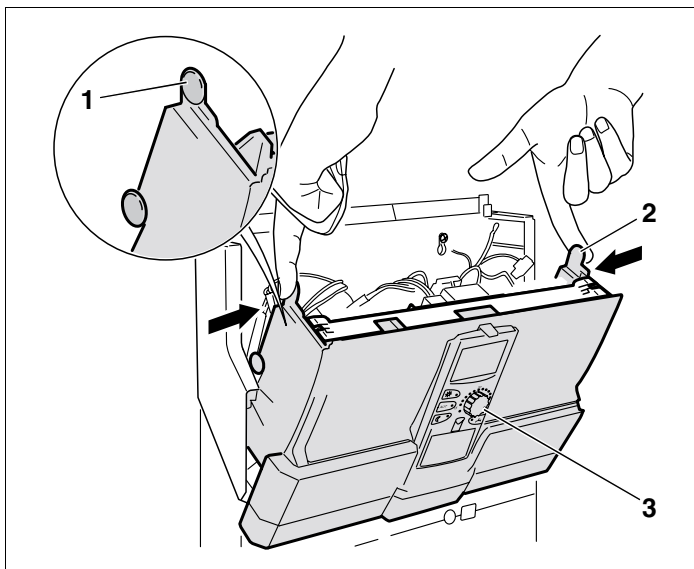

Fig. 3 Åpning av frontdel
- Trykk de øvre knottene (fig. 3, **pos. 1 og 2**) på begge sider innover.
- Åpne kontrollpanelets frontdel med MEC 2 (fig. 3, **pos. 3**) ved å trekke den ut.